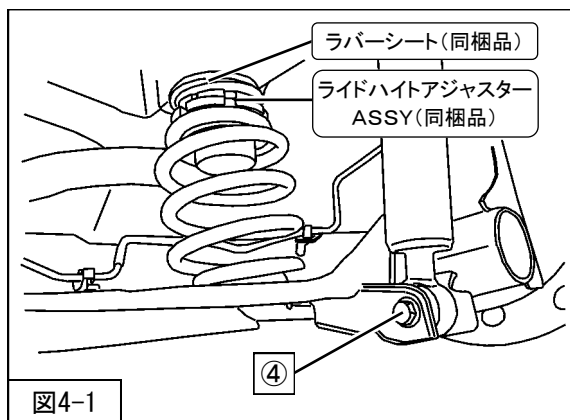

図4-1
- 1. アクスルビームをジャッキで下から支えながら、ラバーシート (同梱品) ライドハイトアジャスターASSY (同梱品) リアスプリング (同梱品) ロアラバーシート (純正部品) を車両に取付けてください。(図4-1)
- 3. ④ダンパーロア取付ボルト (締付トルク: 127N・m) を使用して、リアダンパーASSYを車両に取付けてください。(図4-1)